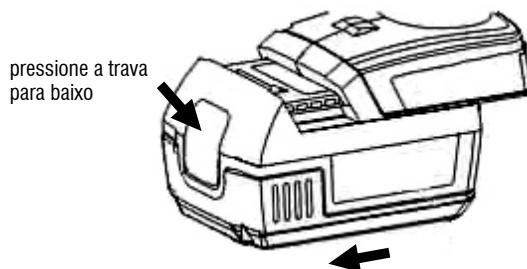

Fig. 2 – Retirando a bateria
- b) Para retirar a bateria, pressione a trava e em seguida puxe a bateria conforme mostra a Fig. 2;